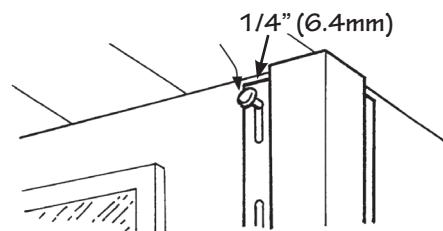

Figura 49.
- Coloque los primeros clavos en la parte superior de las ranuras de clavado más altas para sostenerlos en su lugar (Figura 49). Coloque todos los demás clavos en el centro de las ranuras. Los clavos deben estar a 8” a 12” (203mm a 305mm) de espaciamiento.